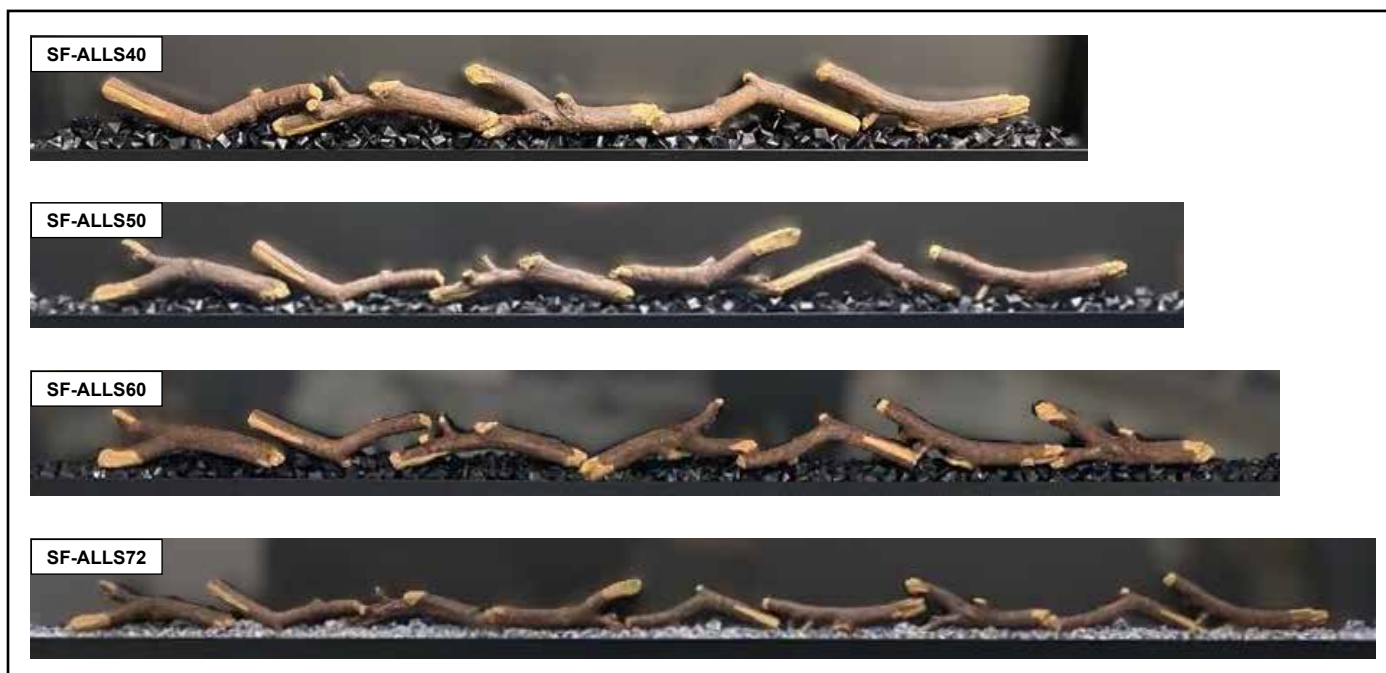

Figure 4.11 Cristaux et bûches installés
2. Répartissez les petits cristaux clairs ou noirs sur le lit de braises. Assurez-vous que le canal pour le verre reste dégagé. Si des bûches optionnelles doivent être installées, disposez-les sur les cristaux comme souhaité. Voir la figure 4.11.